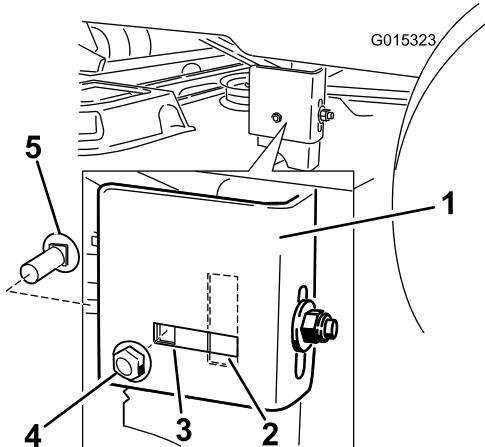

Figure 53
7. Passez au côté gauche de la machine. Vérifiez si le boulon de carrosserie latéral se trouve dans l'emplacement fixe ou allongé (Figure 53).
8. Si le boulon de carrosserie latéral est à la position fixe, retirez-le ainsi que l'écrou de blocage latéral de cette position et placez les dans l'emplacement de réglage allongé (Figure 53).